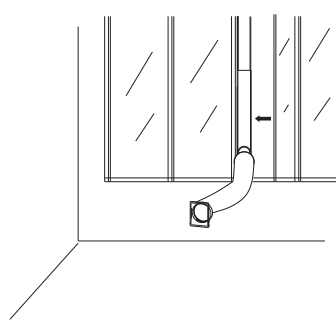

Fig. 7
8. Instale el conducto extractor de aire, el kit de la ventana y sus accesorios en la ventana y, a continuación, cierre la ventana según la dirección de la flecha del diagrama de la Fig7 para presionar firmemente el kit de la ventana.